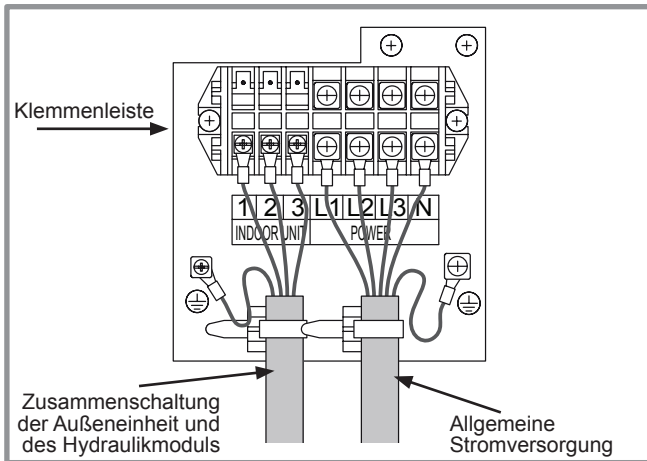
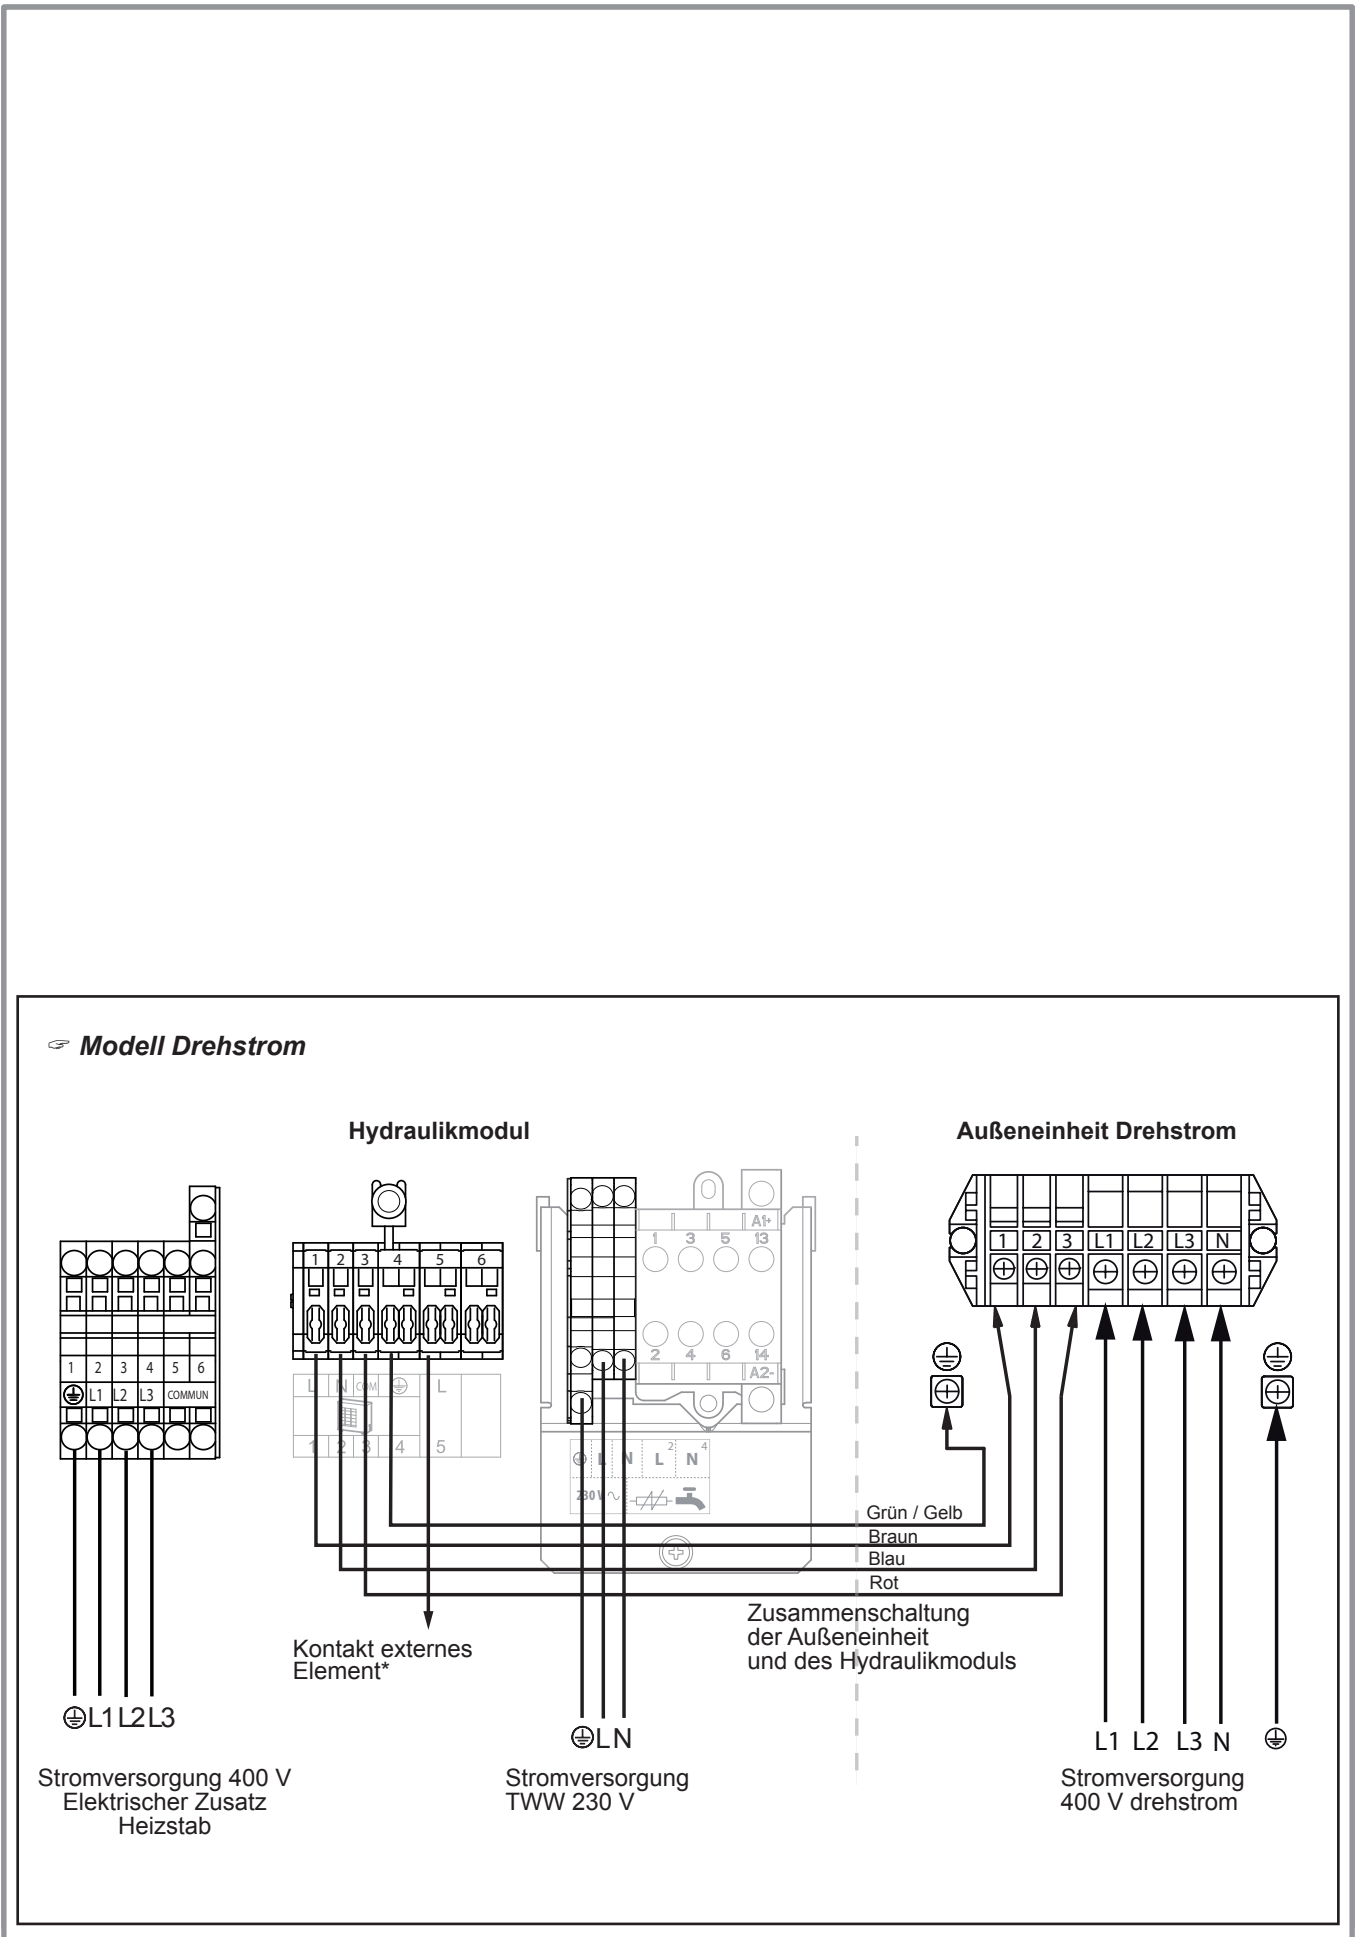

Abbildung 36 - Anschlüsse an der Klemmenleiste der Außeneinheit Drehstrom
Abbildung 42 - Anschließen an die Klemmenleisten und Leistungsrelais
- Die Anschlüsse gemäß den Skizzen **Abbildung 36** und **Abbildung 42, Seite 35** ausführen.
Die Anschlüsse gemäß der Skizze **Abbildung 42** ausführen.